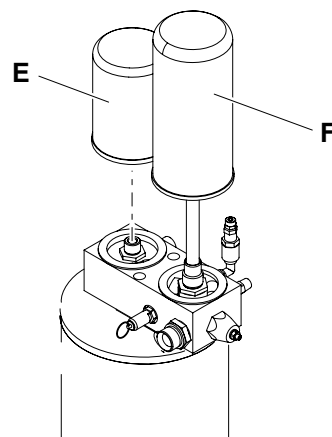

Рис. 6.3
Замена масляного фильтра (см. рис. 6.3)
- После первых 500 часов, каждые 2000 часов наработки и при каждой смене масла, заменять также масляный фильтр E (см. рис. 6.3): открутить старый фильтр и заменить его. Всегда наносить тонкий слой масла на край фильтра и его уплотнение, прежде чем прикрутить его вручную.
(см. рис. 6.3)**